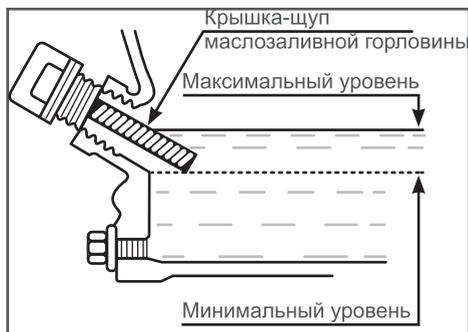

Рис. 23. Проверка уровня масла в картере
Максимальный уровень масла в картере соответствует нижней кромке заливного отверстия (Рис. 23).
4. Аккуратно извлеките щуп и осмотрите его. Уровень масла должен соответствовать верхней отметке на щупе. При недостаточном уровне масла в картере необходимо долить чистое масло до верхней отметки на щупе, что соответствует нижней кромке заливного отверстия (Рис. 23).